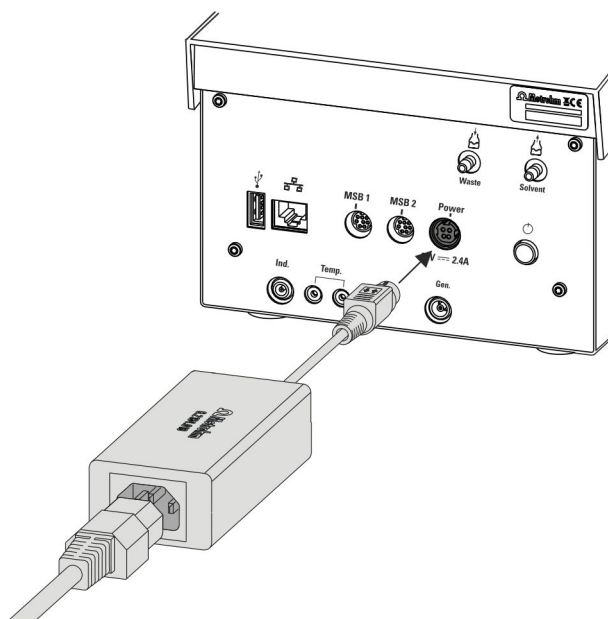

Figura 1 Conexión de la fuente de alimentación
- 1 Conecte el enchufe macho de la fuente de alimentación externa a la toma de conexión a la red del Coulometer (véase Figura 1, página 3).